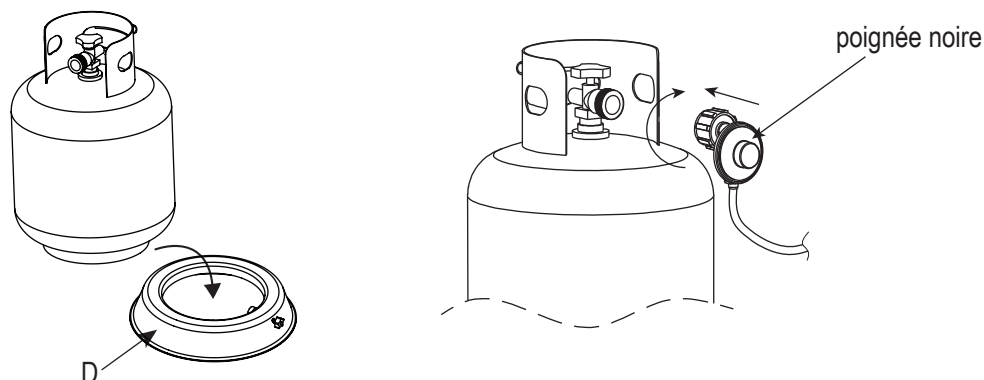

Figure 4
4. Placez le collier situé au bas du réservoir de gaz dans le siège du réservoir (D), connectez le régulateur, vissez la poignée noire dans le sens des aiguilles d'une montre pour la serrer, tournez la poignée noire dans le sens inverse des aiguilles d'une montre pour la retirer. Le tuyau ne doit pas être retourné. Le bouton du panneau de commande est tourné à fond en position « OFF » lorsque la table de feu n'est PAS utilisée (voir figure 4).